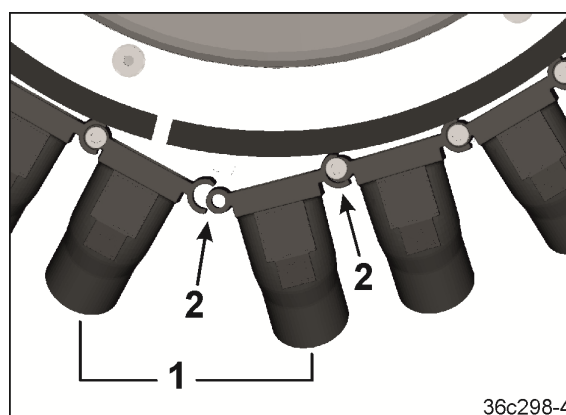

Fig. 248
5. Drei de løse segmentene (Fig. 248/1) litt frem til klipsene (Fig. 248/2) løsner.